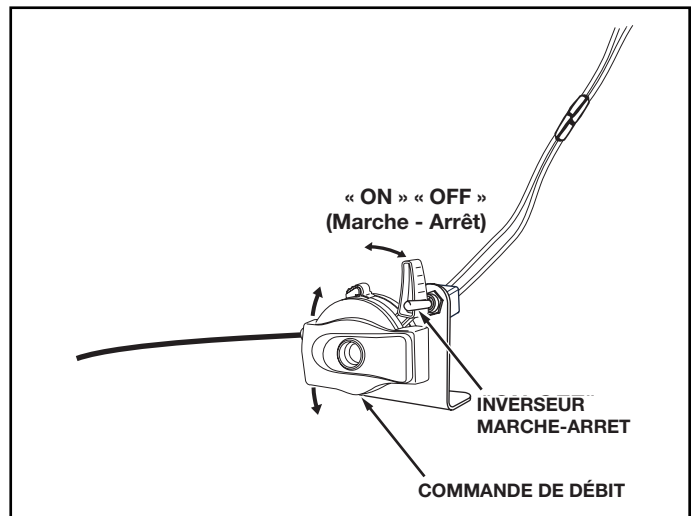

FIGURE 14
24. Placer le levier de commande de débit en position « OFF » (Arrêt). Cela devrait arrêter le moteur. Si ce n'est pas le cas, desserrer la commande et la faire tourner suffisamment pour que le levier de commande de débit, lorsqu'il est en position « OFF », arrête le moteur. Voir la figure 14.